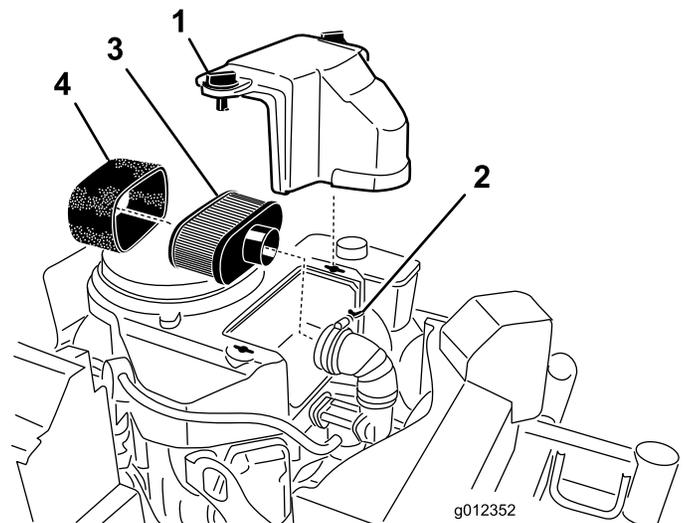

Figura 21
3. Pulite intorno al filtro dell'aria per evitare che la morchia possa penetrare nel motore provocando gravi danni (Figura 21).
4. Svitare le manopole del coperchio e toglie il coperchio del filtro dell'aria (Figura 21).
5. Allentate la fascetta stringitubo e toglie il gruppo del filtro dell'aria (Figura 21).
6. Toglite con cautela l'elemento in schiuma sintetica dall'elemento di carta (Figura 21).
1. Non pulite il filtro di carta. Sostituitelo (Figura 21).
1. Infilate con cautela l'elemento in schiuma sintetica sopra l'elemento di carta del filtro dell'aria (Figura 21).
2. Montate il filtro dell'aria completo sulla relativa base, e fissatelo con i 2 dadi ad alette (Figura 21).
3. Montate il coperchio del filtro dell'aria e serrate la manopola del coperchio (Figura 21).